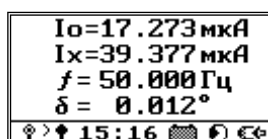

Рисунок 80
7.4.11 Затем необходимо выждать два-три интервала усреднения и, убедившись в стабильности отображаемых данных (рисунок 80), нажать кнопку , зафиксировав результаты второго этапа измерений – токи  $I_{o2}$  и  $I_{x2}$ . При необходимости сохранения измеренных величин на SD-карте – нажмите кнопку .